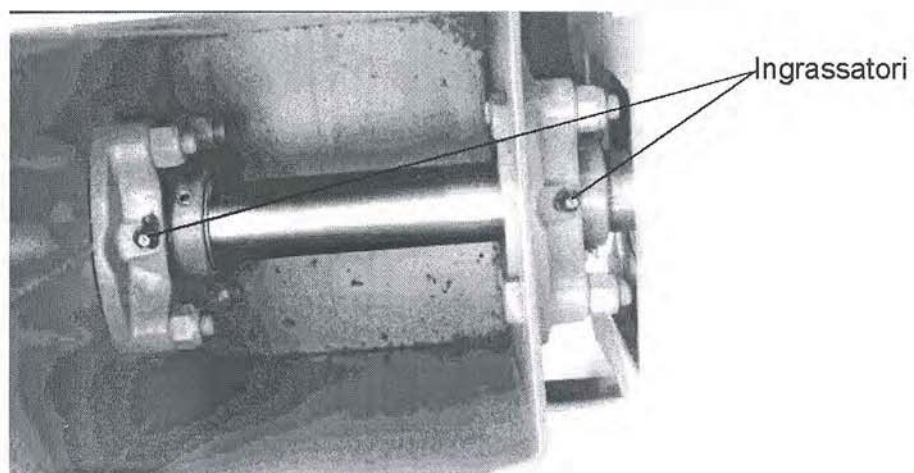

Fig. 8- Cuscinetto del disco cippatore con ingrassatori.
- Pompate grasso negli ingrassatori dei due cuscinetti (fig. 8).